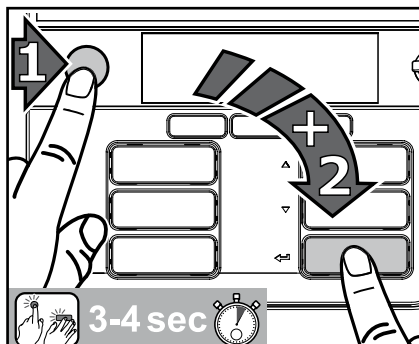

Рис. 42
1. Нажать сначала кнопку СТОП, затем - кнопку ввода  и одновременно удерживать обе кнопки нажатыми 3-4 секунды, чтобы перейти в режим очистки. (Рис. 42)